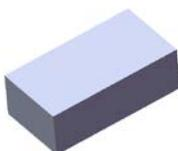
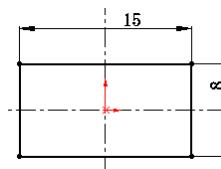

图 15.4.2 凸台—拉伸 1
图 15.4.3 横断面草图
Step2. 创建图 15.4.2 所示的零件基础特征——凸台—拉伸 1。
(1) 选择命令。选择下拉菜单 **插入(I)** → **凸台/基体(B)** → **拉伸(E)...** 命令(或单击“特征(F)”工具栏中的 按钮)。
(2) 定义特征的横断面草图。
① 定义草图基准面。选取前视基准面作为草图基准面。
② 定义横断面草图。在草图环境中绘制图 15.4.3 所示的横断面草图。
③ 选择下拉菜单 **插入(I)** → **退出草图** 命令, 退出草图环境, 此时系统弹出“凸台—拉伸”对话框。
(3) 定义拉伸深度属性。
① 定义深度方向。采用系统默认的深度方向。
② 定义深度类型和深度值。在“凸台—拉伸”对话框 **方向1** 区域的下拉列表中选择 **给定深度** 选项, 在 **输入** 中输入深度值 5.0。